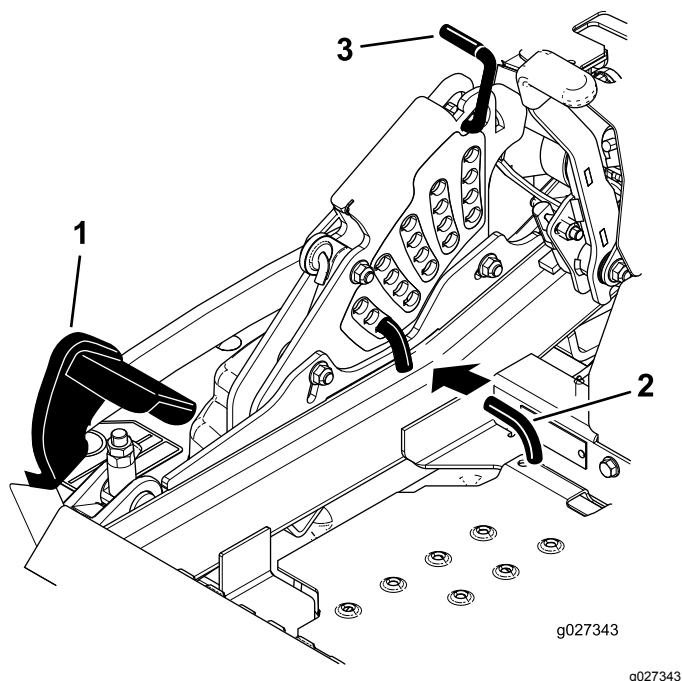

Figure 25
2. Appuyez sur la pédale de relevage du tablier avec le pied et relevez le tablier en position de transport (qui est aussi la position de hauteur de coupe de 140 mm [5½ po]) (Figure 25).
3. Pour changer de hauteur de coupe, retirez la goupille fendue et l'axe de chape du support de hauteur de coupe (Figure 25).
4. Insérez l'axe dans le trou du support correspondant à la hauteur de coupe voulue (Figure 25).